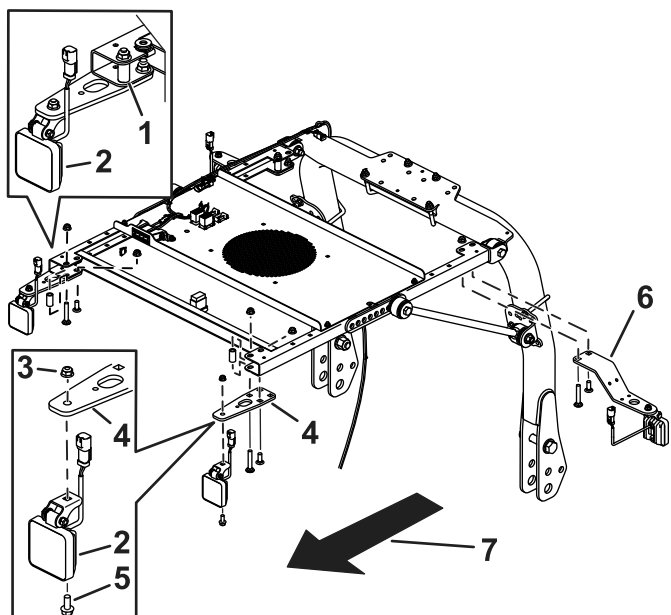

Figura 5
1. Fissate ciascuna staffa al telaio del parasole con una vite a testa tonda lunga, una vite a testa tonda corta, un distanziale e 2 dadi flangiati (Figura 3 e Figura 5).
2. Fissate una luce su ciascuna staffa con un bullone a testa tonda e un dado (Figura 5).